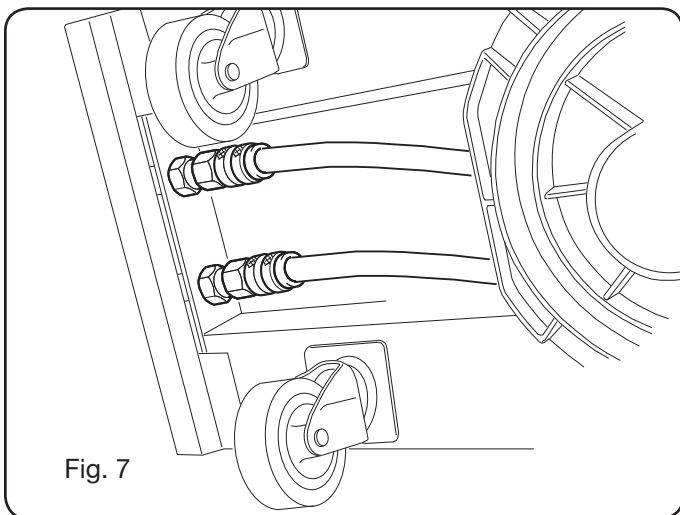

Fig. 7
- Conectar los tubos del líquido refrigerante a las conexiones de encaje rápido puestas bajo el fondo del carro arrastrahilo (ver Fig. 7), poniendo los colores así como están en la parte anterior del carro mismo.